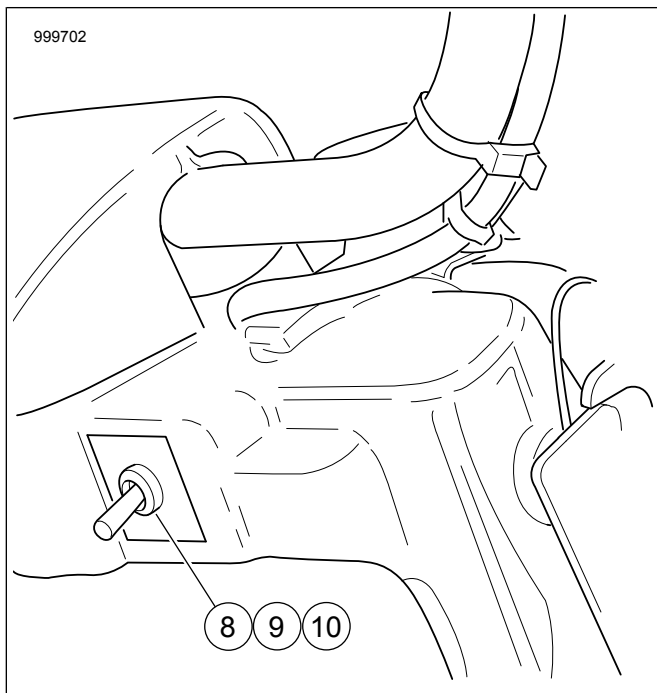

Figura 6. Locație comutator fără carenaj
- b. **Vehicule fără carenaj:** Consultați Figura 6 . Montați piulița (8), eticheta (9) și comutatorul (10) în orificiul de acces din dreapta. Conectați comutatorul la cablajul care se află sub nacela farului. Pe **FLRT** , conectorul [205] este situat sub rezervorul de combustibil în cutia de plastic pentru fire. Consultați manualul de service.